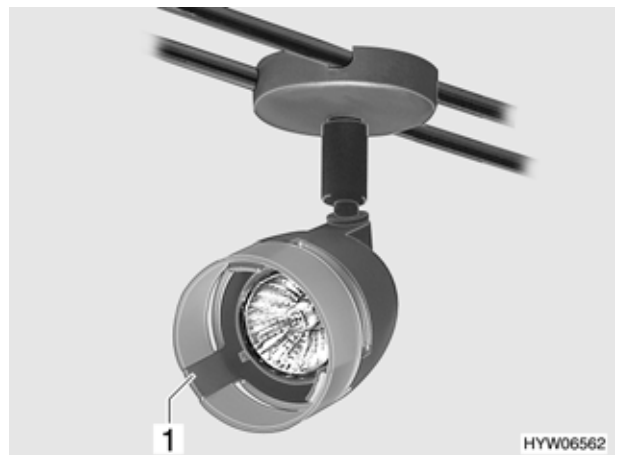

Bild 147 Spotleuchte (Variante 1)
- Klammern (Bild 147,1) nach innen drücken.